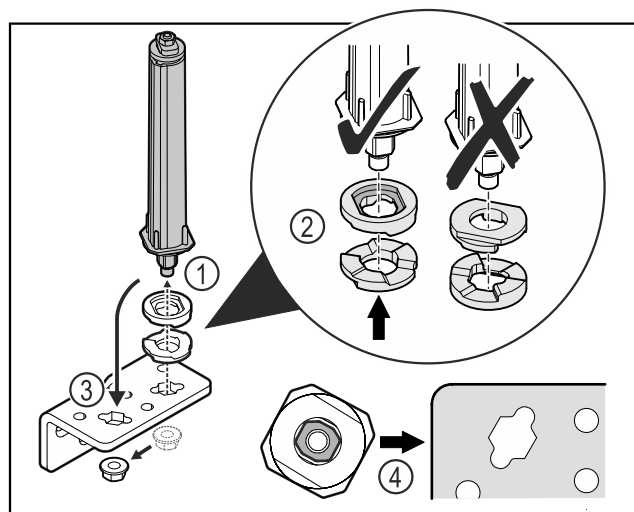

Fig. 51
- ▶ Oldja ki az anyát, és távolítsa el az ajtózáro rendszert Fig. 51 (1).
- ▶ Ügyeljen a magasságállító alátétek helyes beigazítására Fig. 51 (2).
- ▶ Helyezze át az ajtózáro rendszert a zsanéridombban, és rögzítse az anyával Fig. 51 (3).
- ▶ Behelyezéskor ügyeljen az ajtózáro rendszer helyes beigazítására Fig. 51 (4).